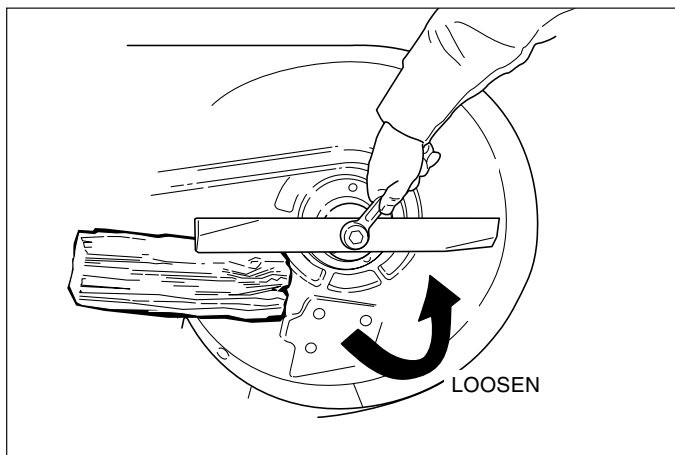

Figura 22. Rimozione delle lame
2. Vedere la Figura 22. Per rimuovere la lama per affilarla, usare un blocco di legno per impedirne la rotazione allentando allo stesso tempo la vite.